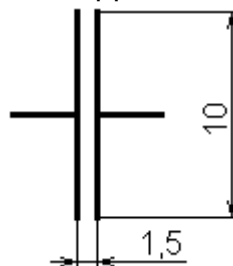

Рис. 13 УГО керамического конденсатора
- 4.1 УГО керамического конденсатора изображено на рис. 13.